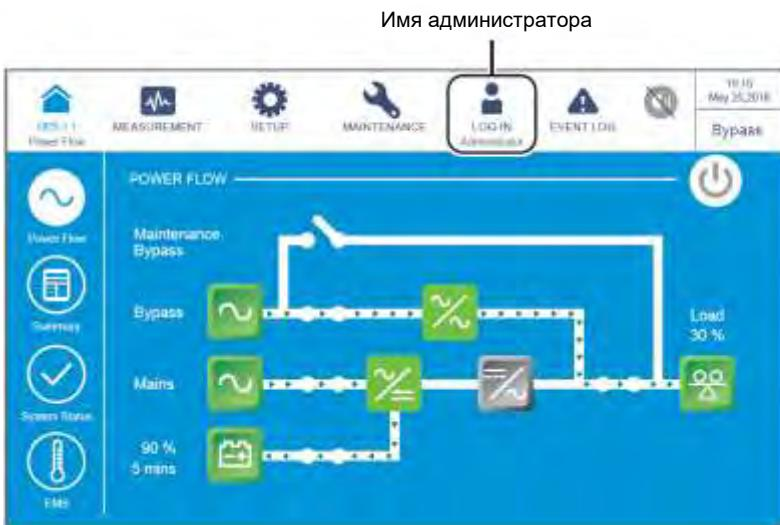

Рисунок 6-55: Экран байпасного режима и имя администратора
- 4) Войдите в систему как **Администратор**. Для получения пароля **Администратора** свяжитесь с обслуживающим персоналом. После входа в систему убедитесь, что вход произошел под именем **Администратора** (см. *Рисунок 6-55*).